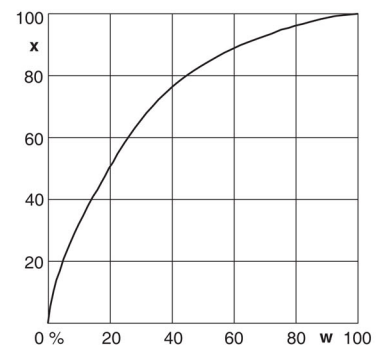

Fig. 4.3
4.3 "Inverse equal perc.": Resulta em uma linha de característica de igual porcentagem inversa com uma proporção da posição de 50:1 para uma válvula de característica linear. Consulte a Fig. 4.3